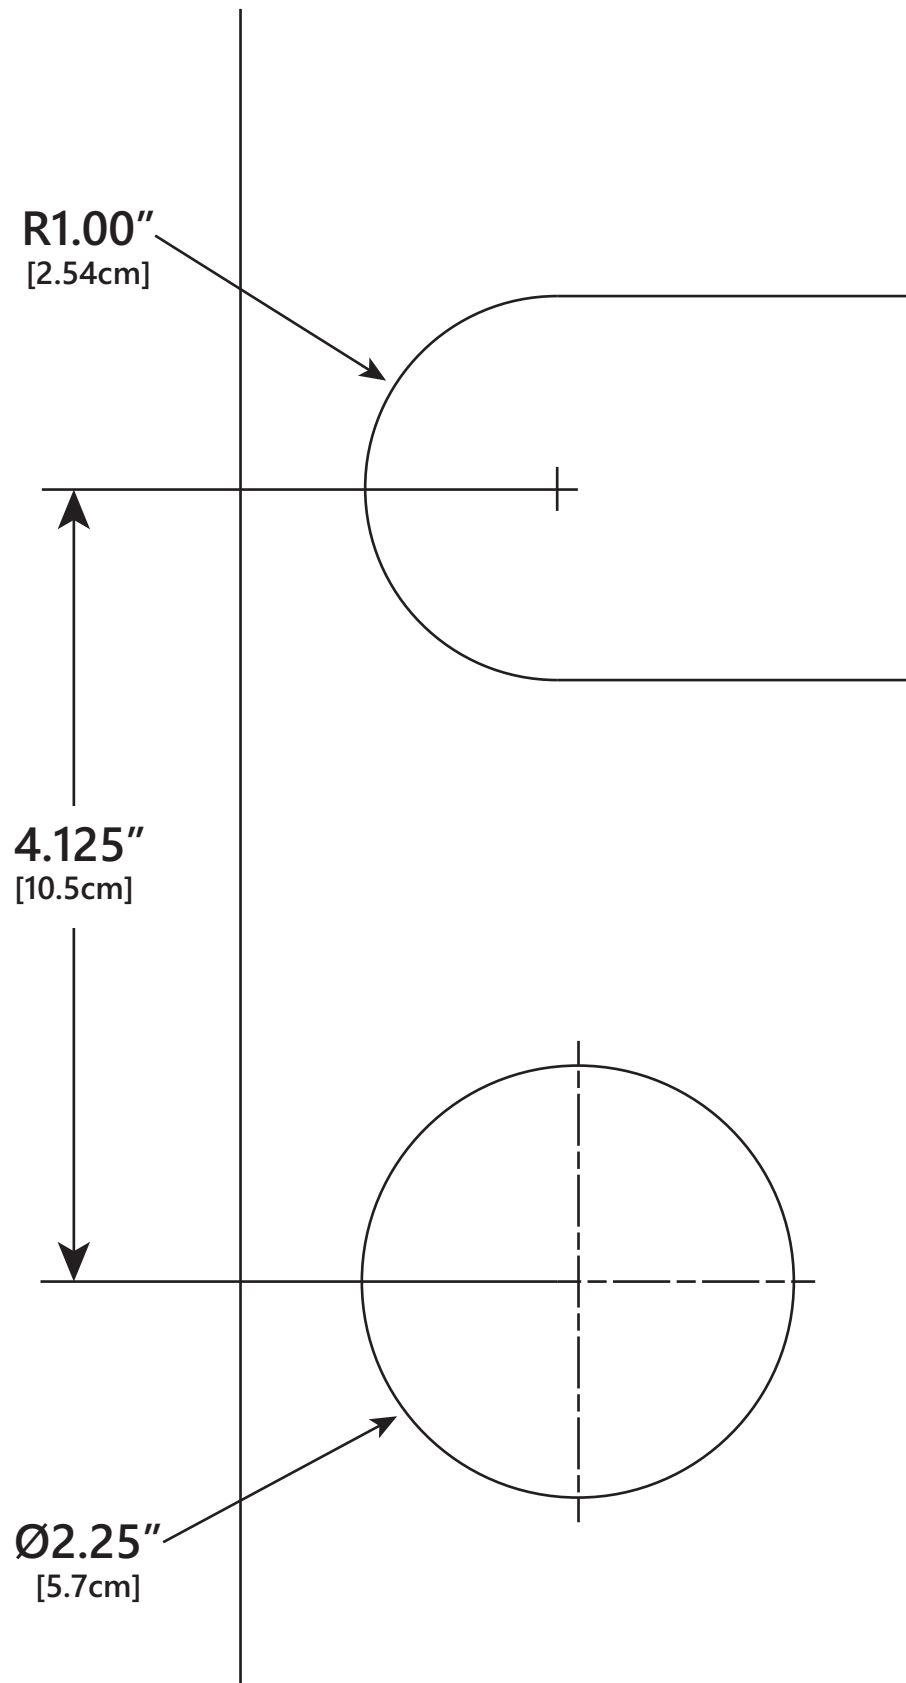

Figure 4. SumpJet gabarit de découpage
9. Pour pouvoir mettre un couvercle de puisard en place, des trous et dégagements supplémentaires doivent être découpés pour le passage du tuyau d'aspiration et de la tige de flotteur de la pompe SumpJet. Utiliser le gabarit fourni à la Figure 4. Si la SumpJet ne peut pas être fixée au tuyau d'évacuation de la pompe d'assèchement principale, un morceau de bois peut être utilisé pour fixer la SumpJet. Découper des trous tel qu'indiqué à la Figure 4.